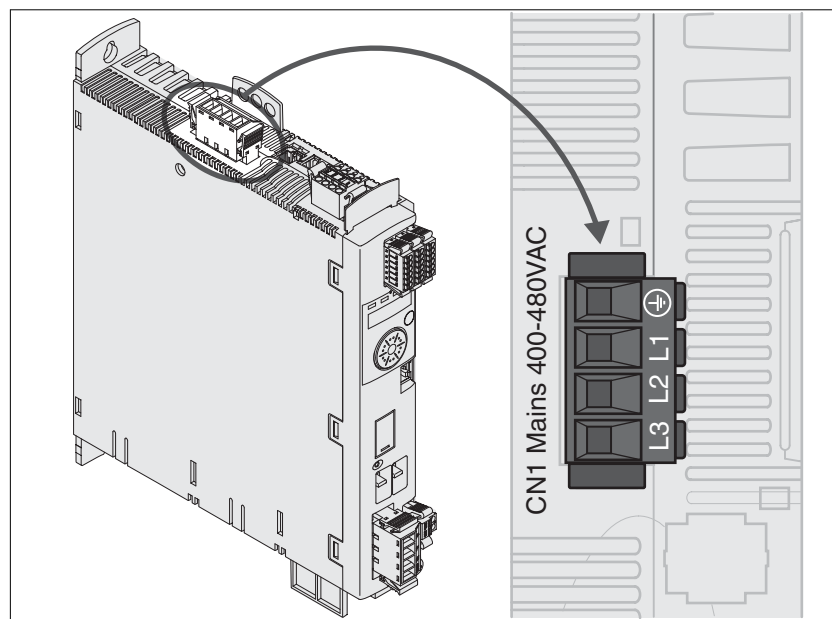

Ilustración 32: Esquema de conexiones de la alimentación de la etapa de potencia para un equipo trifásico
- ▶ Conecte el cable de red (Ilustración 32). Tenga en cuenta el par de apriete prescrito para los tornillos de bornes.